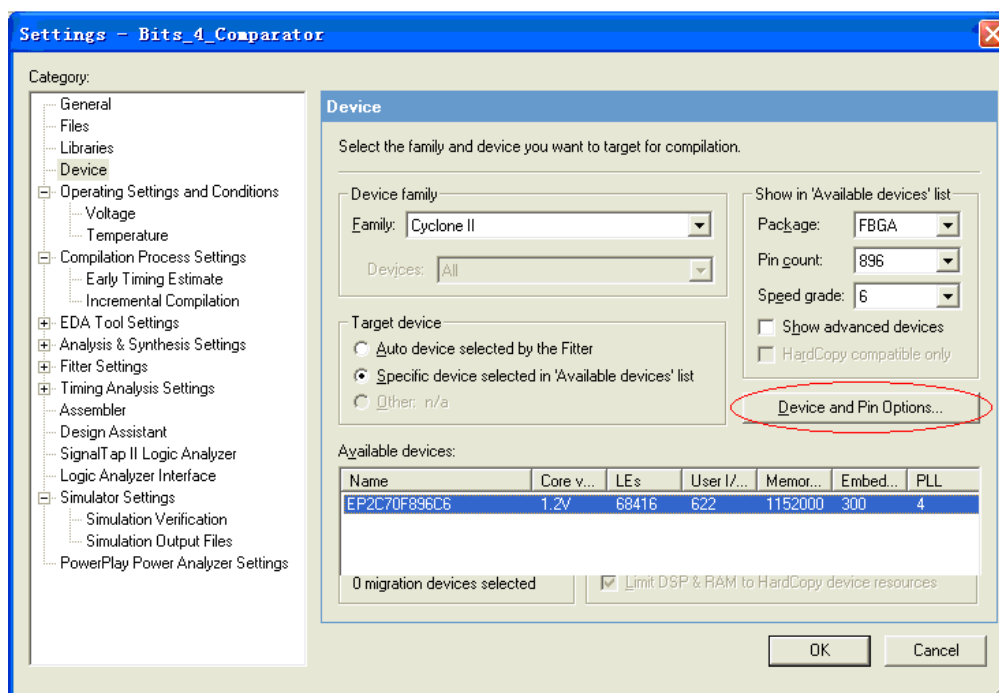

图 12-3 器件选择对话框
9. 分配引脚。参看图 12-3。
步骤 1：选择主菜单->Assignment->Device..，会弹出一个器件选择对话框，如图 12-3 所示。单击其中的 Device and Pin Options...按钮。